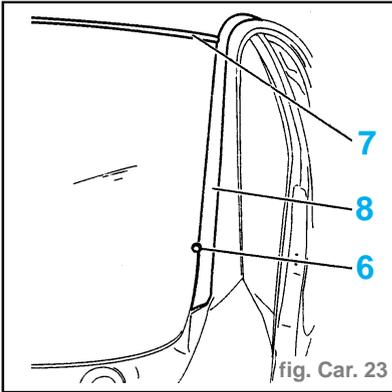
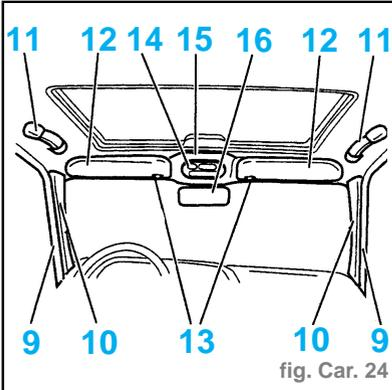

fig. Car. 23
fig. Car. 24
- les fixations (1)
- le capot (2)
- les ensembles bras-raclettes (3) à l'aide d'un extracteur
- les agrafes (4)
- la grille d'auvent (5)
- Déposer (fig. Car. 23) :
- l'agrafe (6)
- l'enjoliveur (7) de pavillon
- le profilé (8)
- Dégrafer partiellement (fig. Car. 24) :
- les joints d'encadrement de porte (9)
- les montants de baie (10)
- les poignées de maintien ou obturateurs (11)